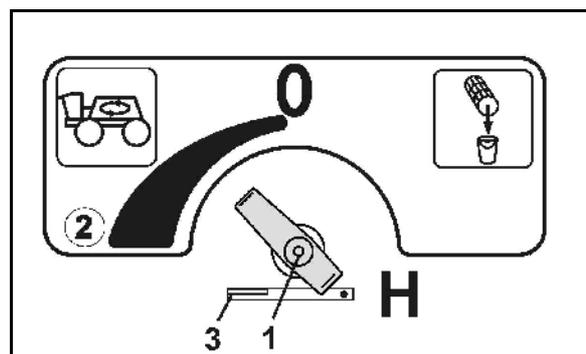

Рис. 80
- Дополнительную мешалку следует настроить с помощью регулировочного крана (Рис. 80/1).
- Дополнительная мешалка выключена в положении регулировочного крана 0. Самая большая мощность мешалки в положении (Рис. 80/2).
Защита для функции спуска напорного фильтра (Рис. 80/3).